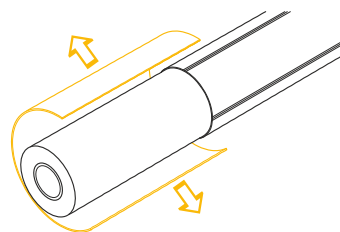

Рис. 4.4.4
4. Удалить защитную оболочку с конца трубы (рис. 4.4.4).